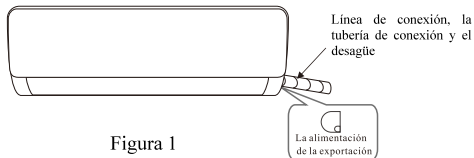
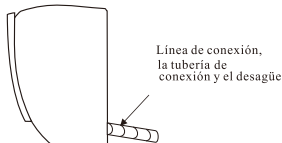

Figura 1
Figura 2
1. De acuerdo con la posición relativa del cuerpo de la máquina, pueden elegir que la línea de tubería sale desde izquierda hasta derecha(figura 1) o sale verticalmente detrás del cuerpo de la máquina(figura 2)(la forma concreta de la tubería de salida necesita determinarse de acuerdo con la longitud de tubería de la máquina). La tubería de salida desde izquierda hasta derecha se necesita cotar la alimentación de la exportación correspondiente